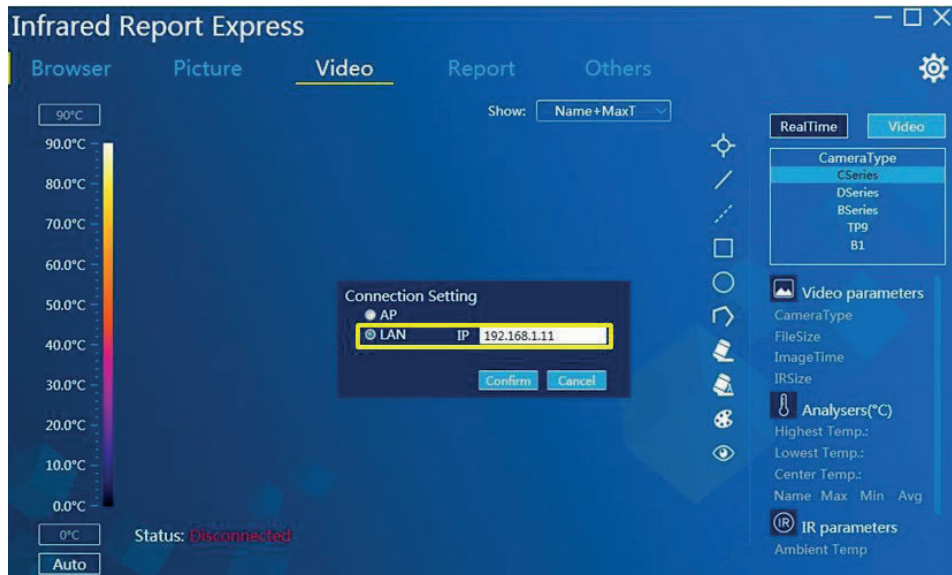

Figura 3-36
3. Utilice el cable de red del equipo para conectar el PC de manera confiable y haga clic en el acceso directo de LAN del dispositivo para abrir la función de conexión de red del dispositivo. Abra el software de análisis de infrarrojos para seleccionar “C Series” en el área de selección de modelo, seleccione “LAN” en el cuadro de diálogo emergente “Configuración de conexión” e ingrese la IP del dispositivo. Vea la Figura 3-36: